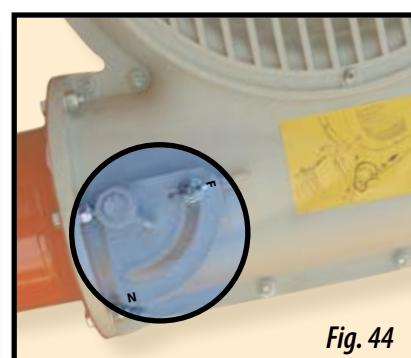

Fig. 44
- 5- Colocar el regulador de aire de la turbina en **posición N** (Fig. 44).